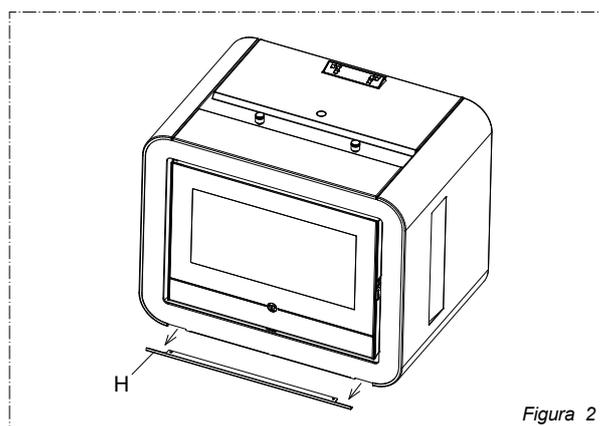

Figura 2
- 3) Rimuovere la lama anteriore H tirandola verso l'esterno come indicato nella Figura 2: